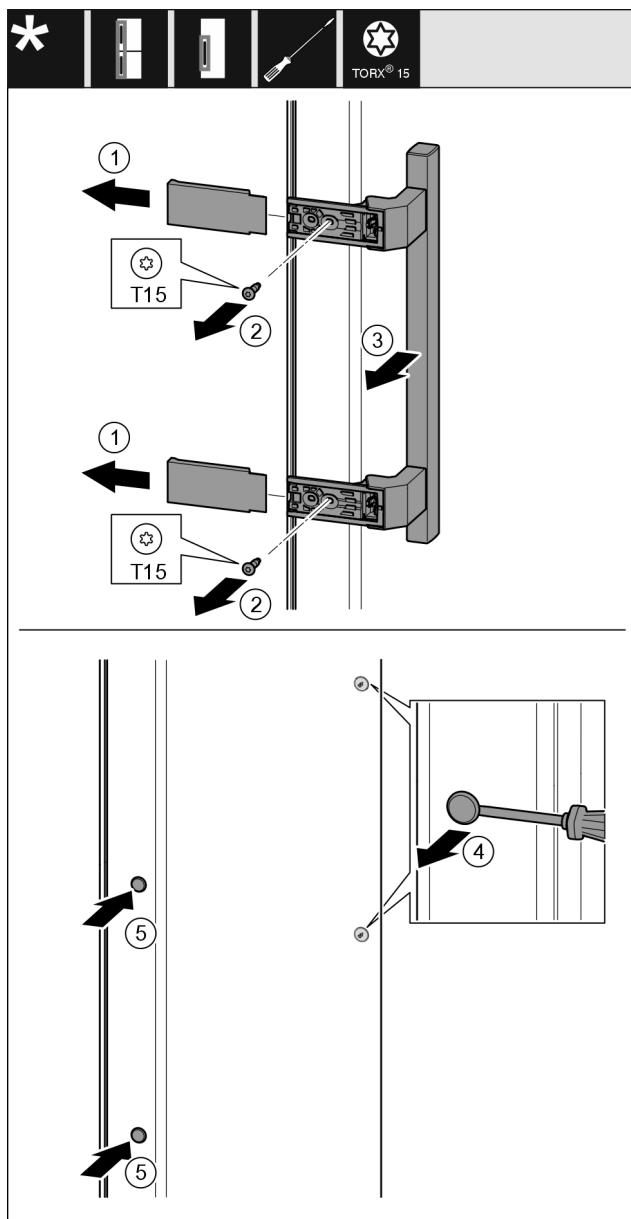

Fig. 49
- Afdekking Fig. 49 (1) wegtrekken.
- Schroeven Fig. 49 (2) met een schroevendraaier er uit draaien.
- Greep Fig. 49 (3) wegnemen.
- Til de zijplug voorzichtig Fig. 49 (4) op met een platte schroevendraaier en trek hem er uit.
- Plug Fig. 49 (5) aan de andere kant er weer insteken.